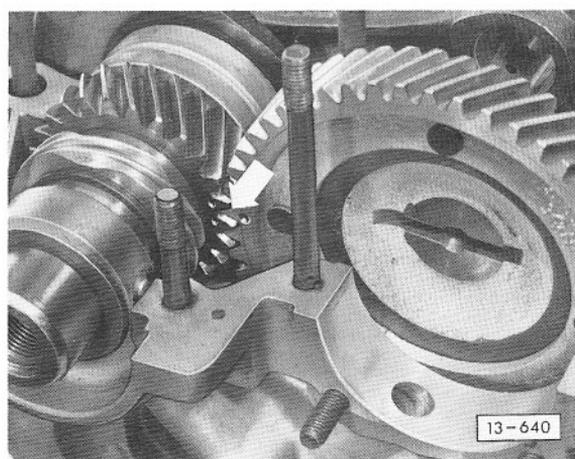

Fig. 2 Repose de l'arbre à cames
- Tenir compte de la position de montage – fig. 2